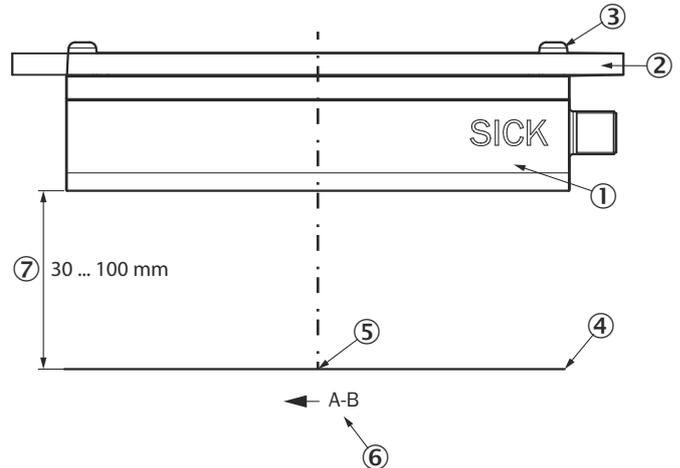

Abbildung 4: Nominale Ausrichtung des Sensors zur Oberfläche
## 6.5 Zulässige Abweichungen zur Nominalausrichtung (Bild 4)
- ▶ Für die Anbausituation (**Abbildung 4**) ist eine Winkelabweichung des Sensors **1** und/oder der zu messenden Oberfläche **4** zulässig. Diese Winkel sind in Tabelle **5** aufgeführt.